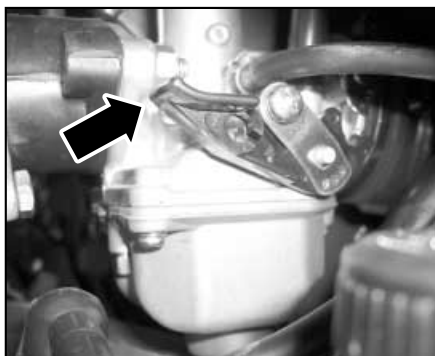

fig. 1.
1. Tire completamente de la palanca del starter como se muestra en la fig. 1.
1. Tirare completamente la leva dello starter come indicato nella fig. 1.
1. Pull the starter lever as it is shown on figure. 1.
1. Ziehen Sie am Kaltstarter wie auf Abb. 1 gezeigt wird.